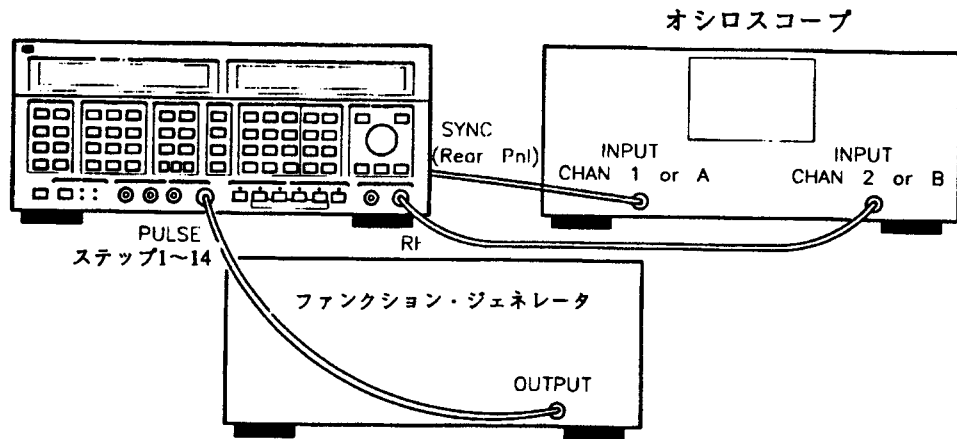

図 2-12. パルス変更手順 2 のための機器セットアップ
1. 図2-12のように、本器をオシロスコープとファンクション・ジェネレータに接続します。装置の電源を投入し、以下の調整を行います。